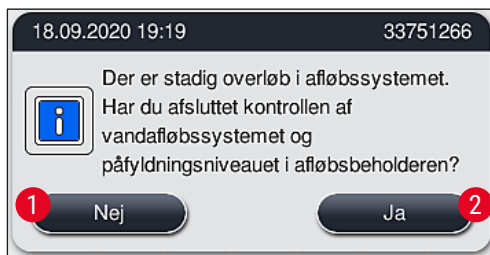

Fig. 126
2. Efter 5 minutter, og efter at der er foretaget yderligere rengøringsforsøg, uden at blokeringen forsvinder, viser en meddelelse (→ "Fig. 126") på displayet brugeren, at vandniveauet stadig er for højt. Hvis du trykker på **Nej** (→ "Fig. 126-1"), kan du forlænge ventetiden med yderligere 5 minutter for at foretage yderligere rengøringsforsøg. Hvis de yderligere rengøringsforsøg i dette andet interval lykkes, er problemet afhjulpnet som beskrevet under 1. Hvis der er brug for yderligere tid til rengøring, skal du trykke på **Nej** (→ "Fig. 126-1") igen. Intervallet kan gentages flere gange. Hvis blokeringen ikke kunne afhjælpes på trods af flere rengøringsforsøg, skal du trykke på **Ja** (→ "Fig. 126-2") for at starte en kontrolleret afbrydelse (se i afsnit 3 og 4 nedenfor).